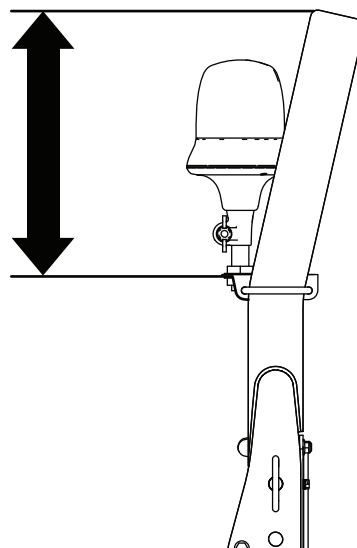

Bild 5
3. Positionieren Sie die Rundumleuchtenbefestigung so, dass sie 37 cm von der Oberkante des Überrollschutzes entfernt ist, und ziehen Sie die U-Bügelmutter an (Bild 5).